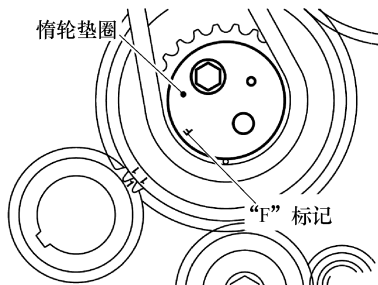

图 4-32 安装惰轮垫片
6) 安装惰轮垫片。惰轮垫片前部标记“F”必须朝向发动机前部，如图 4-32 所示。